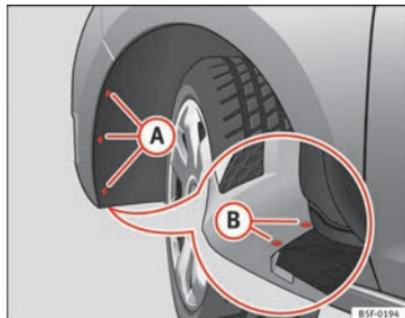

Fig. 189 Projecteur antibrouillard : accès au connecteur et au porte-ampoule.
- Retirez les 3 vis **A** ⇒ fig. 189 de l'intérieur du passage de roue et les 2 vis inférieures **B** ⇒ fig. 189 du pare-chocs en vous servant d'un tournevis.